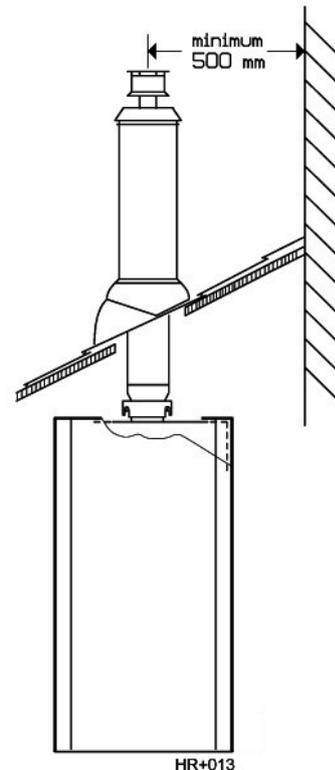

Fig. 19
- ▶ De minimumafstand tot loodrechte wanden op het dak bedraagt 500 mm, bij brandbare wanden minstens 1500 mm. (zie. fig. 19)
- ▶ Prévoir une distance minimale de 500 mm par rapport aux murs verticaux sur le toit, et une distance de 1500 mm par rapport aux parois inflammables. (voir fig. 19)